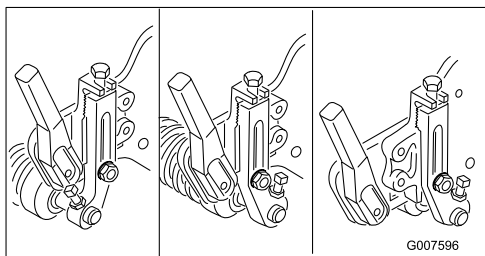

Figure 44
**Remarque:** Le rouleau avant possède trois positions de réglage (Figure 44) selon l'application et les besoins de l'utilisateur.